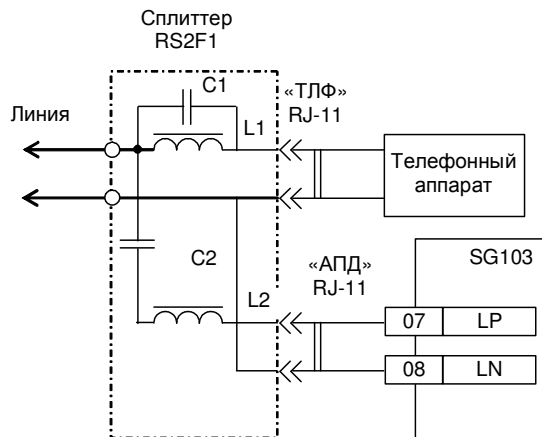

Рисунок 39 – Схема подключения к линии модема исполнения 3
5.11.5 Модем исполнения 3 для сохранения функции телефонной связи должен подключаться к двухпроводной линии связи через одноканальный сплиттер RS2F1 (рисунок 39). Сплиттер